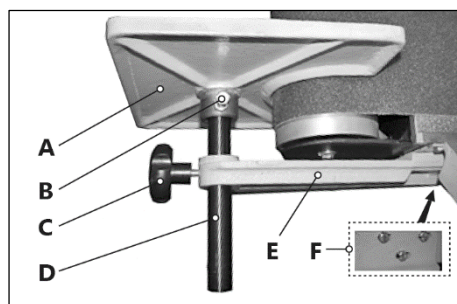

Рисунок 6.
Для установки малого рабочего стола (А) выкрутите три винта (F) (рис. 6), установите и закрепите кронштейн (E) этими винтами.
Расположите малый рабочий стол так, чтобы он не мешал движению шлифовальной ленты. Ослабьте болт (B) (рис. 6), установите малый рабочий стол (А) с равным зазором между шлифовальной лентой и торцом стола.